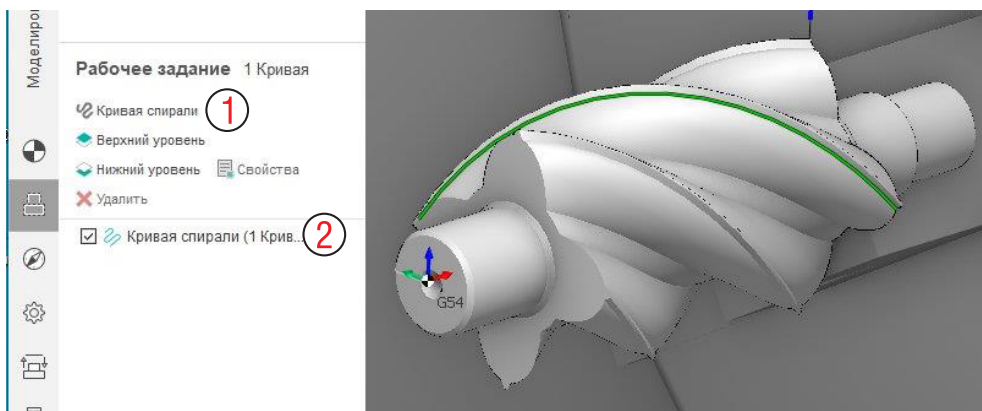

Рис. 12-4. Кривая спирали в Рабочем задании.
В рабочем задании задайте кривую спирали, как показано на рис. 12-4, и нажмите на иконку **Кривая спирали** (1), она появится в списке (2).